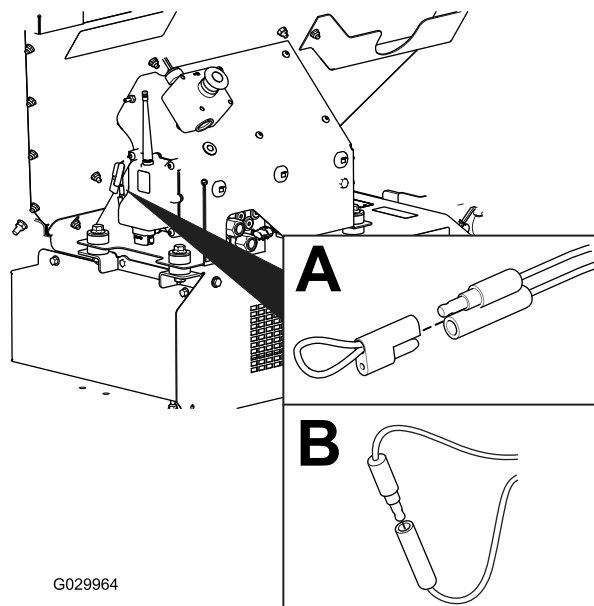

Bild 59
2. Ziehen Sie unverlierbaren Kappen der zwei Diagnostik-Shuntstecker ab (Bild 59, A).
3. Stecken Sie die Diagnostik-Shuntstecker zusammen (Bild 59, B).
2. Schließen Sie die Diagnostik-Shuntstecker ab \(Bild 59, B\).
3. Drücken Sie die unverlierbare Kappe auf die zwei Diagnostik-Shuntstecker \(Bild 59, A\).